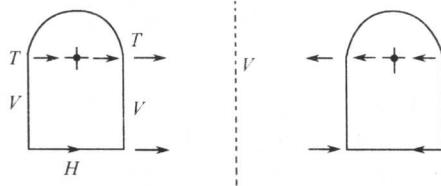

图 2-12 草图镜像
(1)进入草绘环境后,绘制一个简单的图形,然后在直线工具栏中单击 按钮,在图形窗口内绘制一条中心线,如图 2-12 所示。
心线为对称的图形,如图 2-12 所示。